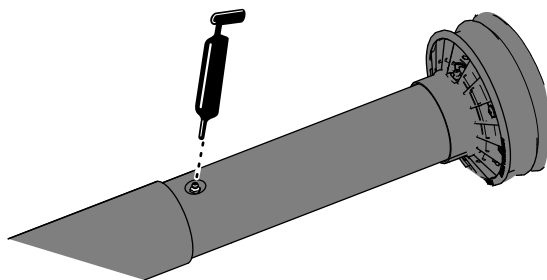

Figure 10
- Déployez partiellement l'arbre d'entraînement de PDF pour accéder au graisseur situé près du centre de la protection intérieure de l'arbre (Figure 10).
- Appliquez de la graisse sur le graisseur du joint de l'arbre d'entraînement télescopique, comme montré à la Figure 10.